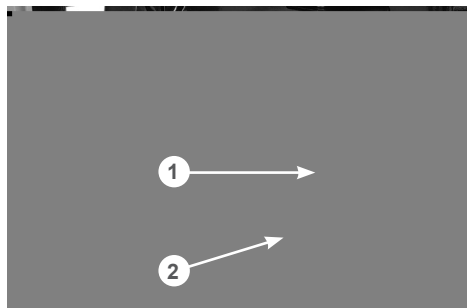

Рис. 12 Проверка нейтрального положения фрикционного колеса
- проверьте положение фрикционного колеса 1 относительно ведущего диска 2 (Рис. 12). Плоскость вращения фрикционного колеса 1 должна находиться точно по центру (оси вращения) ведущего диска 2 (Рис. 12);